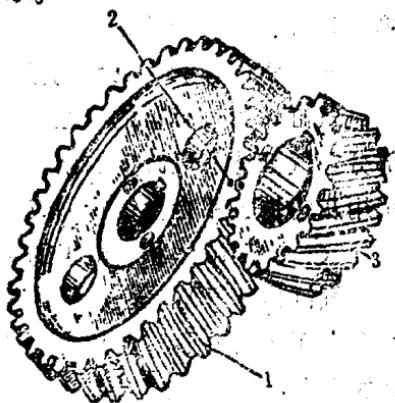

图1-1-6 正时齿轮上的标记
(1) 转动发动机使底面向上。
(2) 拆下曲轴皮带轮。
(3) 拆下发动机正时齿轮室盖及衬垫。
(4) 检查正时齿轮上有无记号，否则应作出记号(第一缸上止点位置)如图1-1-6所示。